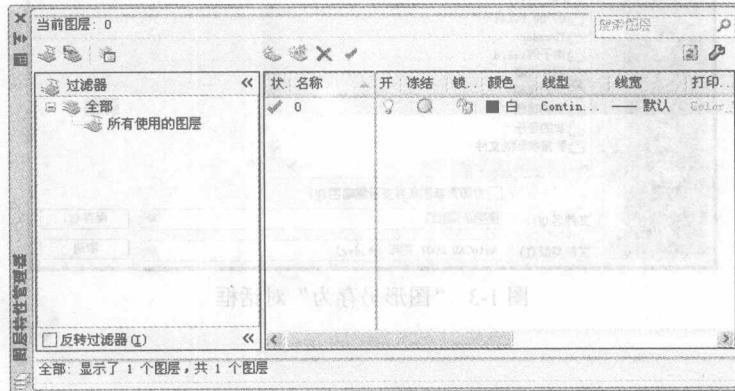

图 2-2 “图层特性管理器”对话框
(1) 在命令行输入命令 LAYER，或者单击下拉菜单“格式”→“图层”，或者单击图层工具栏命令图标，系统打开“图层特性管理器”对话框，如图 2-2 所示。